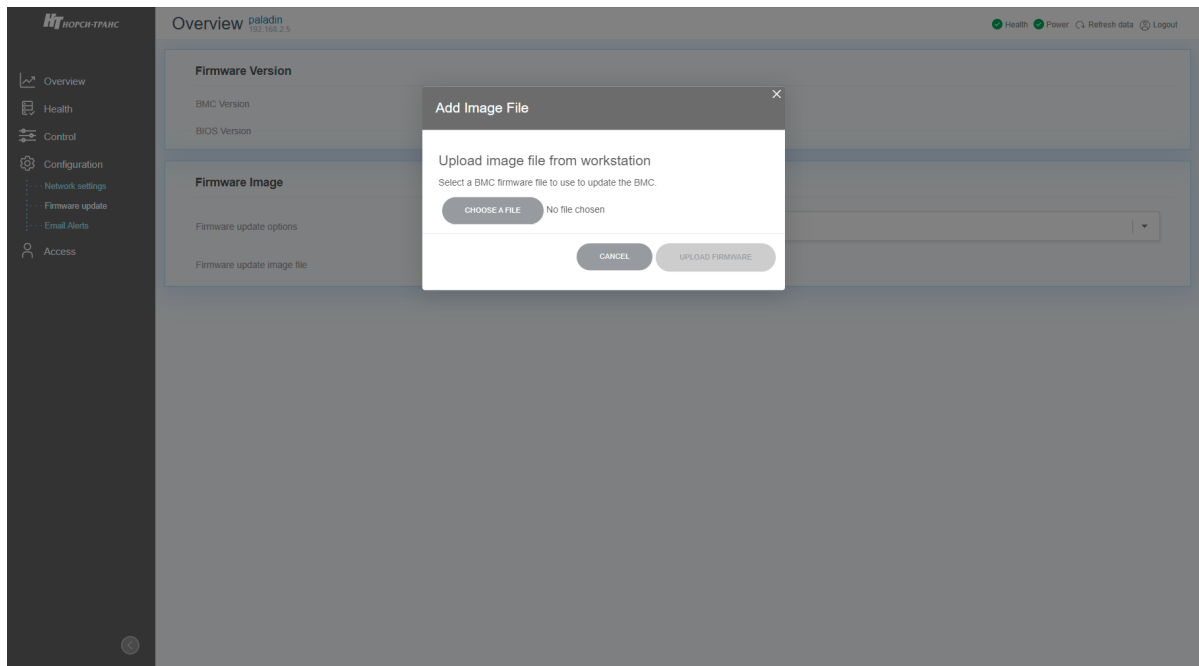

Рис. 84. Окно добавления новой прошивки
- 3) В появившемся окне нажмите на кнопку «CHOOSE A FILE». Окно показано на рис. 84 Окно добавления новой прошивки.